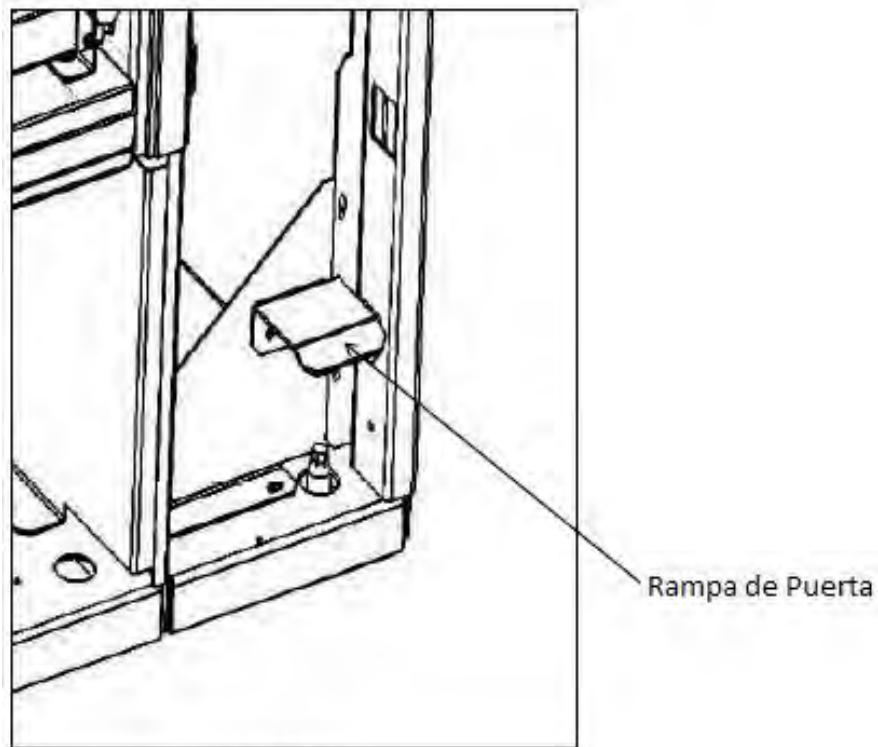

Figura 2
H. Apoyo a la puerta (Figura 2)